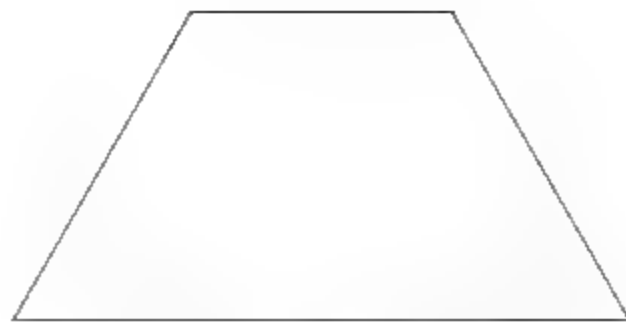

图8-141 修剪线段
- 05 调用TR【修剪】命令、E【删除】命令，修剪并删除线段，结果如图8-141所示。